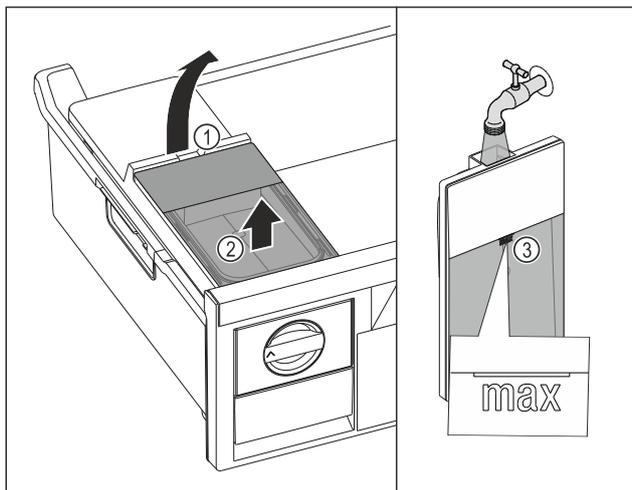

Fig. 98
- ▶ Zbiornik wody unieść za wycięcia Fig. 98 (1).
- ▶ Wyjąć zbiornik wody do góry. Fig. 98 (2)
- ▶ Zbiornik wody napełnić wodą pitną aż do oznaczenia Fig. 98 (3).